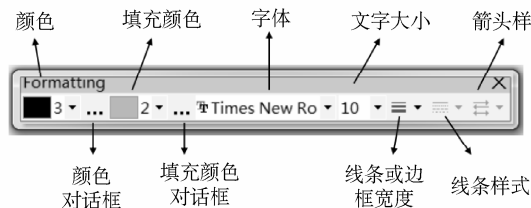

图 3-9 Formatting 工具栏
5) Formatting（格式化）工具栏：提供设置线条、图形和文字格式的命令，如图 3-9 所示。